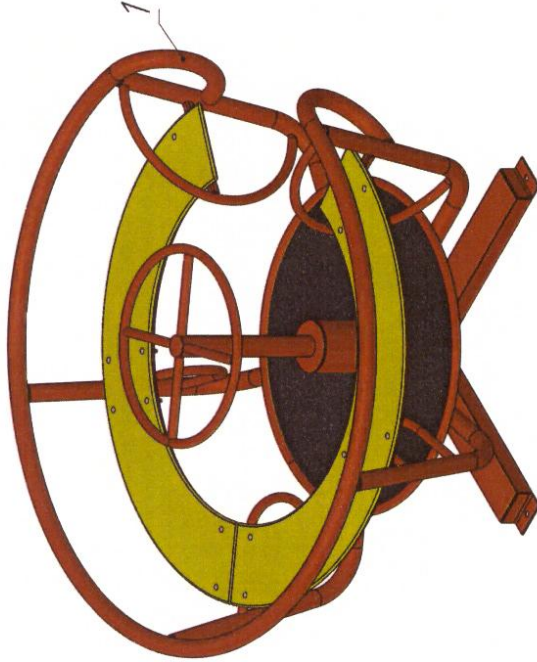

Рис. 1
14.3 Сборка проводится согласно схеме, представленной на рис.1.